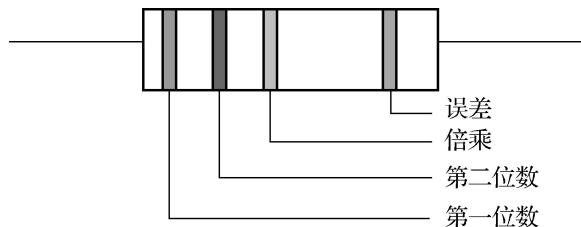

图 1-16 四色环电阻
②四色环电阻:第一、第二色环分别代表两位有效数的阻值;第三色环代表倍率(倍乘);第四环代表误差。如图 1-16 所示“红、黑、黄、金”,其阻值为  $20 \times 10 \text{ k}\Omega = 200 \text{ k}\Omega = 20 \times 10^4 \Omega$ ,误差为±5%(误差±5%表示电阻值在标准值  $20 \times 10^4 \Omega$  上下波动 5%都是可用的)。